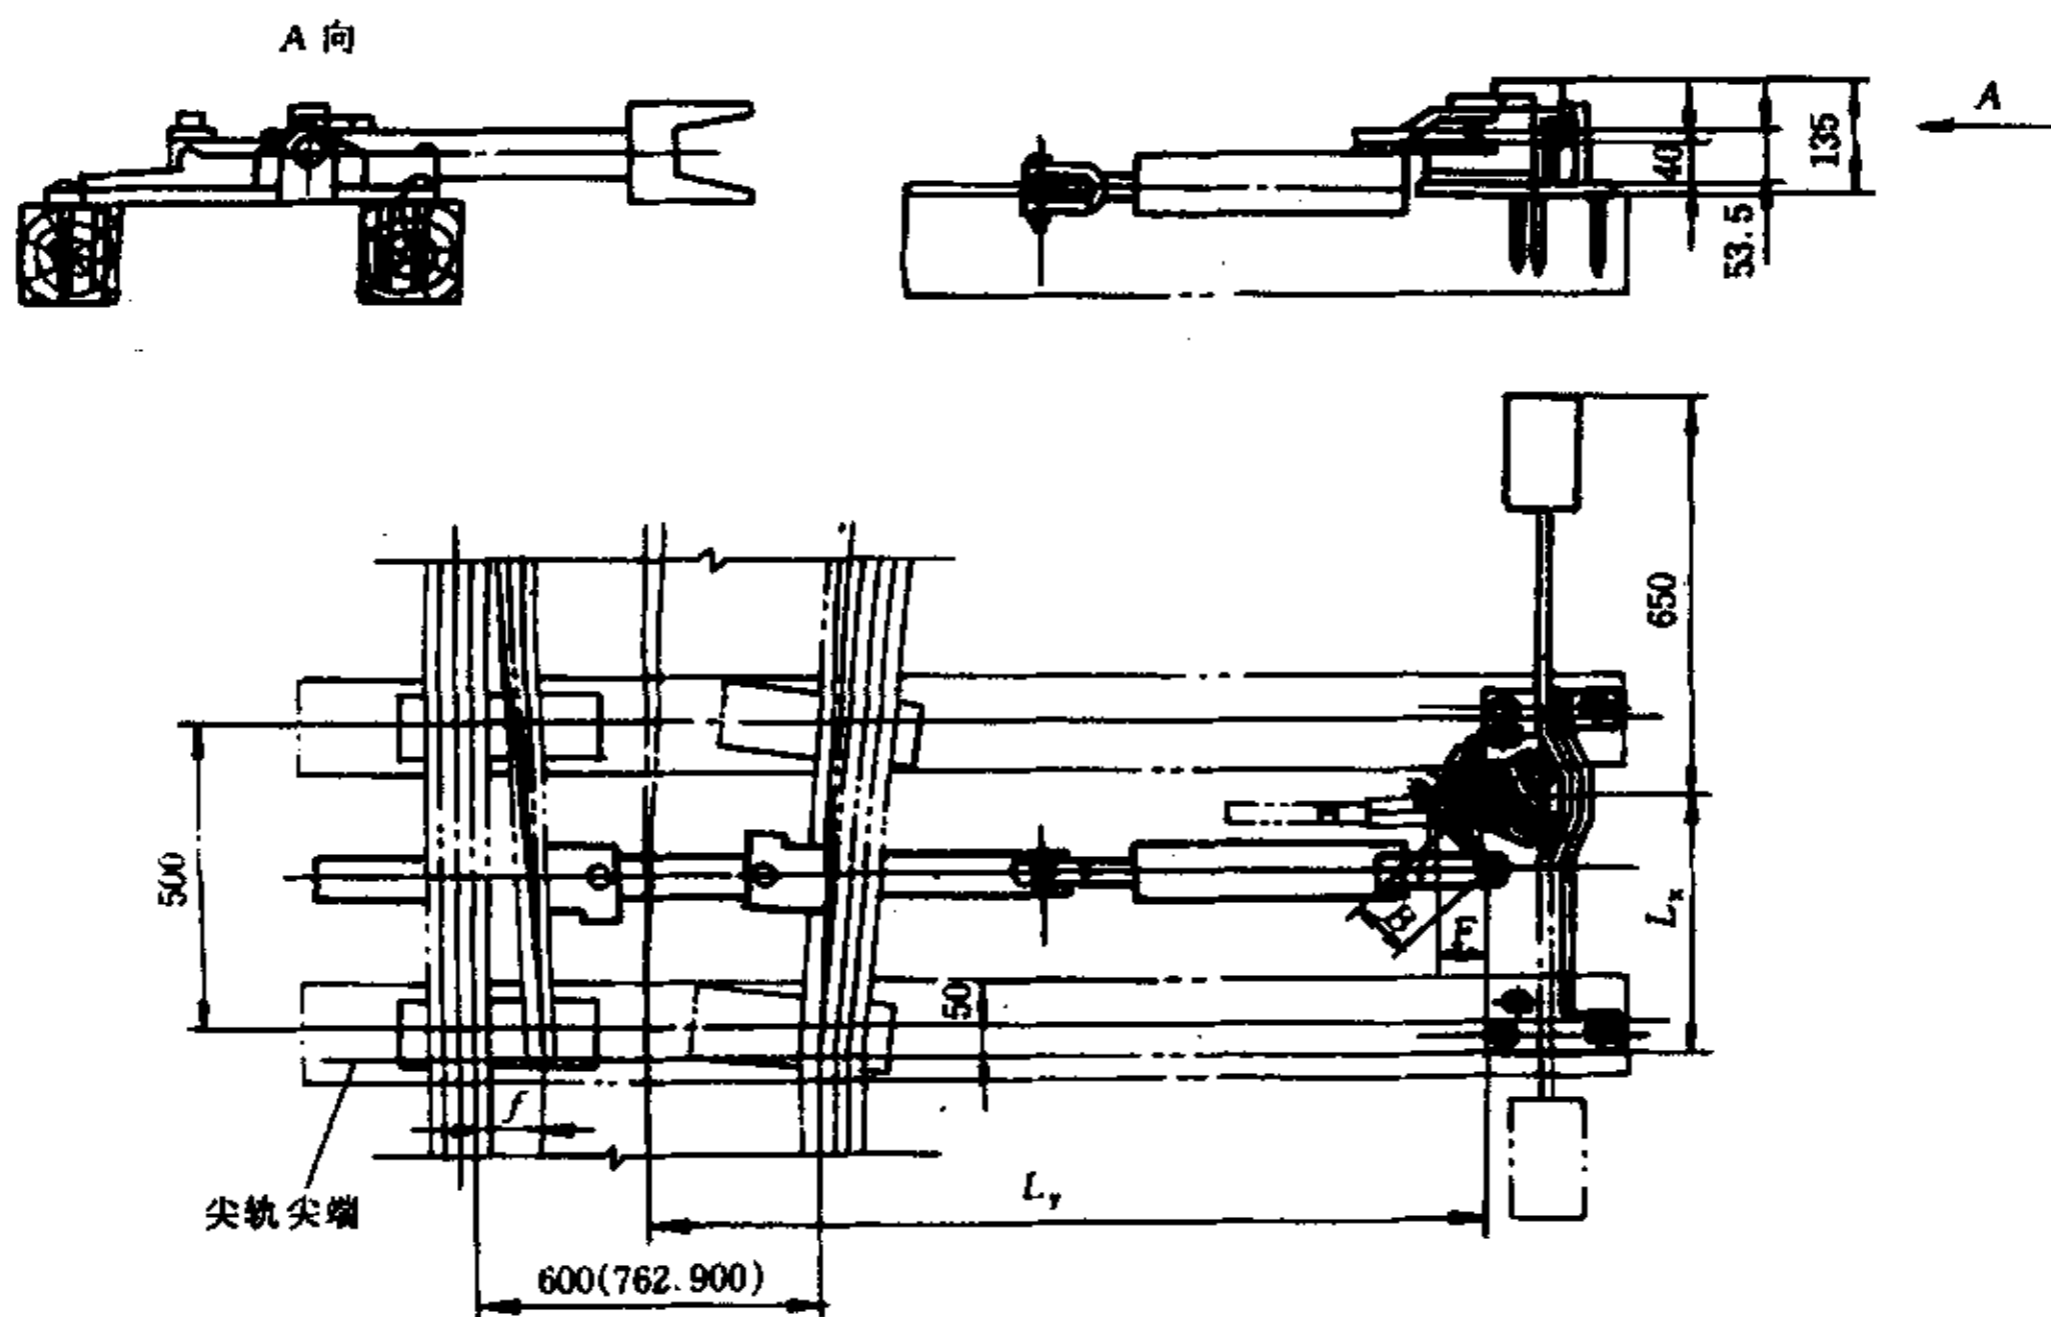

图 2 卧式弹簧扳道器 BWT 130/245
- b) 卧式弹簧扳道器 BWT 130/245 见图 2。